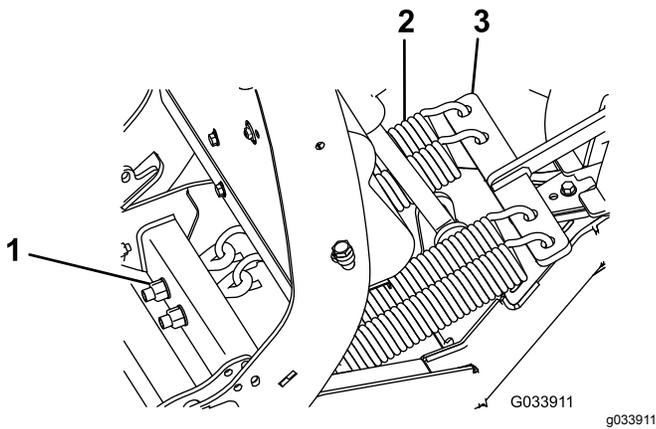

Figura 45
1. Afloje y retire con cuidado las 4 contratuercas y 4 arandelas de los pernos de anilla de los muelles de seguridad (Figura 45).